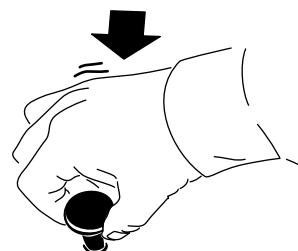

Рисунок 13
- Вдавите переключатель (Рисунок 13), чтобы выключить вал отбора мощности или навесное оборудование